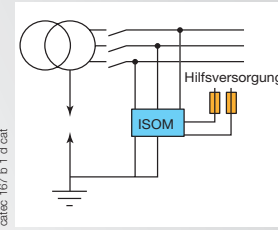

Bild 1: Anschluss des Isolations-Überwachungsgerätes hinter dem Hauptschalter.
- Der Anschluss des Isolations-Überwachungsgerätes hinter dem Kopplungsschalter des Transformators ermöglicht eine präventive Messung des spannungsfreien Netzes (Messsignal auf den Phasen, das keine Schleifenverbindung über die Wicklung des Transformators benötigt) (Bild 1).